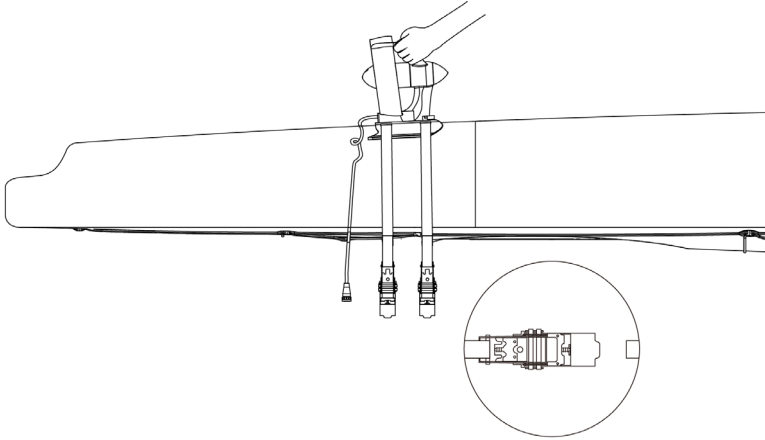

Abb. 5-10
Schritt 2: Entfernen Sie den VAQUITA-Motor und den Universaladapter (Abbildung 5-10).